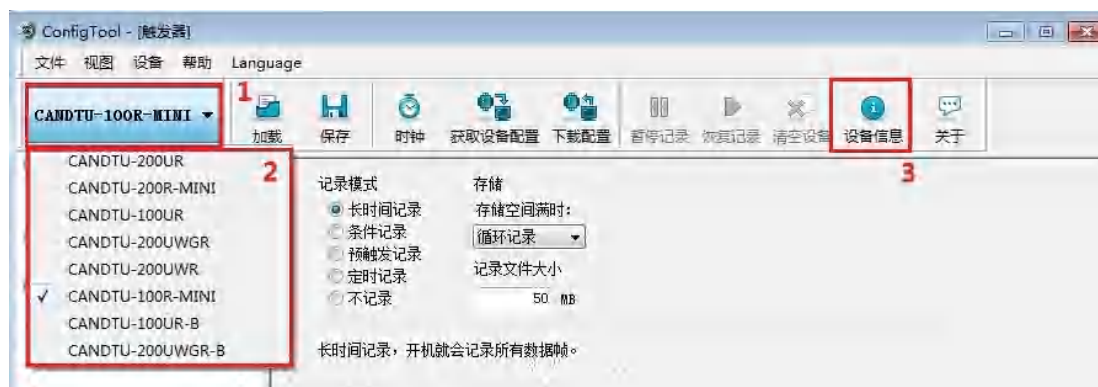

图 6.2 连接设备
- 1) 打开配置工具，选择对应的设备型号，如图 6.2 所示。如果设备连接成功，配置工具中的“设备信息”选项会由灰色变成蓝色，并能通过点击“设备信息”查看当前设备信息，反之则连接失败。